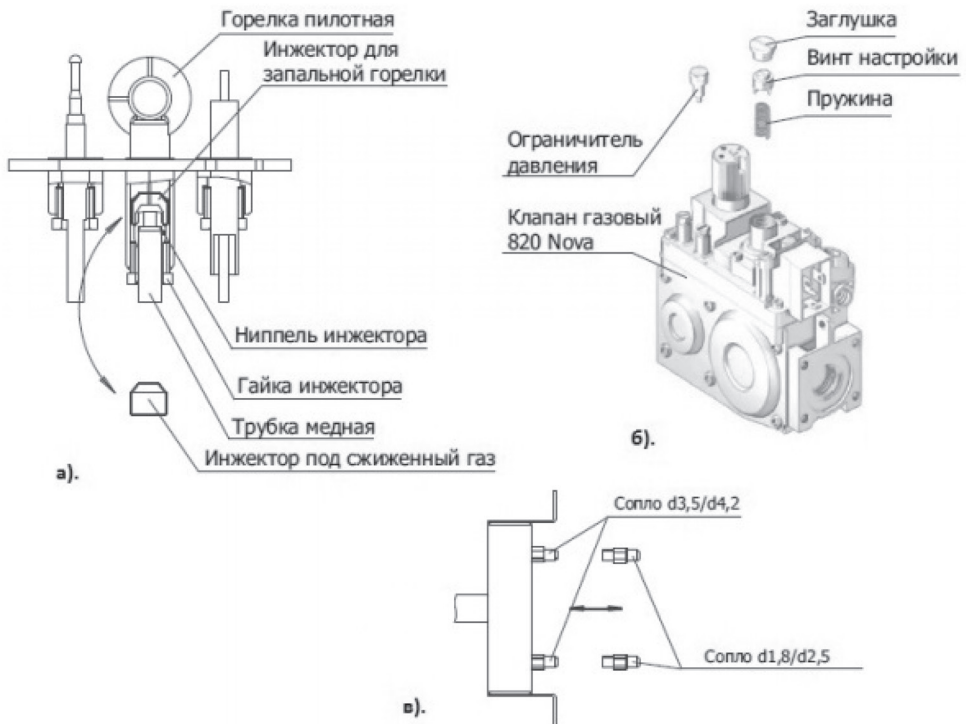

Рисунок 13 - Схема переналадки изделия для работы на сжиженном газе
1. Открутить с фланца пилотной (запальной) горелки гайку и ниппель инжектора с трубкой медной, снять инжектор для запальной горелки (Рисунок 13 а). Взамен его установить в пилотную горелку инжектор под сжиженный газ из комплекта по переналадке. Закрепить трубку медную на фланце горелки ниппелем инжектора с помощью гайки инжектора. Убедиться в надежной фиксации.
2. Снять с клапана газового SIT NOVA 820 mV ограничитель давления (латунный колпачок на верхней части клапана), находящийся под заглушкой пластмассовый установочный винт и пружину (Рисунок 13 б) и заменить их ограничителем давления под сжиженный газ из комплекта переналадки. Момент затяжки ограничителя давления - 1 Нм.
3. Снять с газоваода сопла и заменить их соплами из комплекта (Рисунок 13в). В зависимости от мощности горелки сопла отличаются количеством и диаметрами проходных сечений (Таблица 2), поэтому важно производить замену только на сопла с соответствующей маркировкой